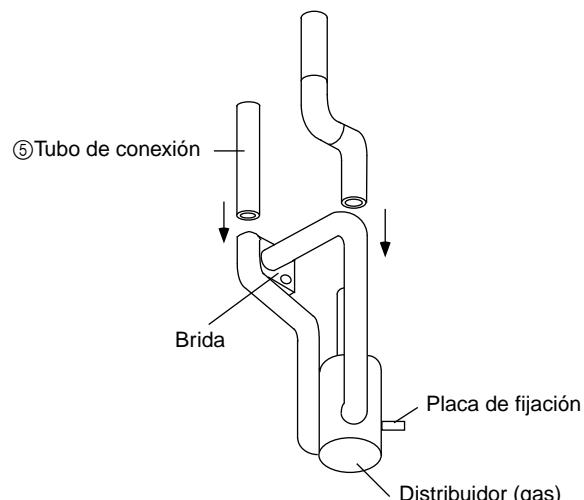

Fig. 5
- (3) Suelde el tubo de conexión (⑤) y la tubería de conexión montada en el paso (2) al distribuidor (gas) fuera de la unidad. Para el procedimiento de montaje, consulte la Fig. 5. Durante la soldadura de la tubería, enfíre la parte soldada de la tubería del lado del distribuidor utilizando un trapo mojado para evitar que se caliente.